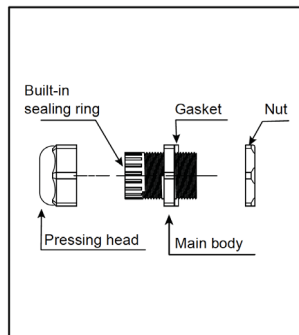

Fig. 14
Components del premsaestopes (veure figs. 14–16)
- a1. Verifiqueu que totes les peces del premsaestopes són presents i en bon estat (fig. 14).